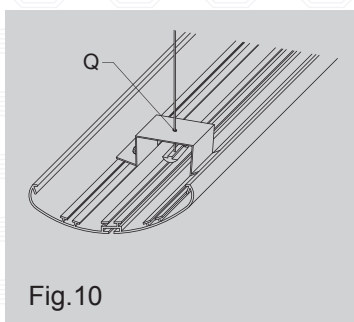

Fig.10
- **Attacco per luce indiretta** - Inserire le due viti (in dotazione) nelle canaline laterali all'interno del profilo in alluminio, avvitare l'attacco per luce indiretta, come mostrato (fig. 10). Introdurre il cavo della sospensione nel foro [Q].
- **Suspension bracket for indirect light** - Insert the two screws (provided with accessory), sliding them into the small lateral ducts of the module and fix the suspension bracket for indirect light with the nuts (fig. 10). Insert the suspension steel cable into the hole [Q].